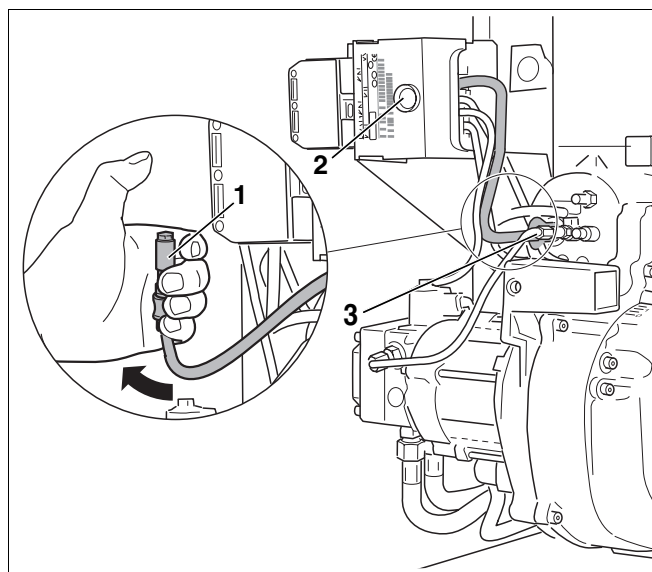

Рис. 32 Проверка работы датчика пламени
- При работающей горелке вынуть датчик пламени, взяв его за предусмотренную для этого ручку (рис. 32, поз. 3).
- Закрывать датчик пламени (рис. 32, поз. 1). После повторного запуска должно произойти отключение из-за неисправности.
- По истечении времени ожидания, составляющего примерно 30 секунд, нужно разблокировать автомат горения дизельного топлива, нажав кнопку подавления помех (рис. 32, поз. 2).